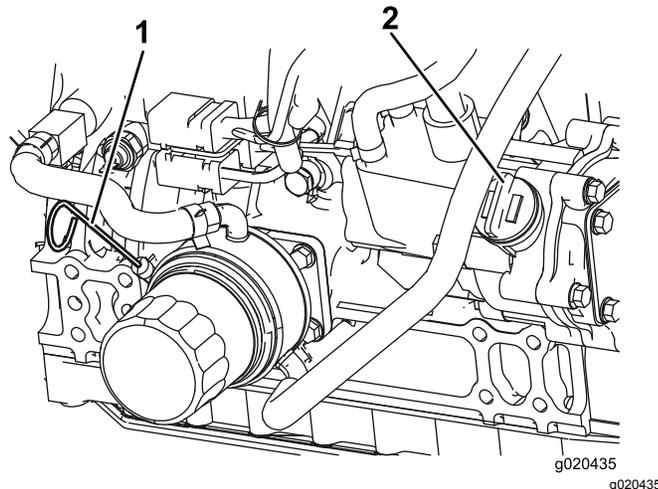

Рисунок 8
3. Извлеките масломерный щуп, протрите его, вставьте в трубку и снова извлеките. Уровень масла должен доходить до отметки Полный (Рисунок 8).
4. Если масло ниже отметки Полный, снимите крышку заливного отверстия (Рисунок 8) и добавляйте масло до тех пор, пока его уровень не достигнет отметки Полный. **Не допускайте переполнения.**